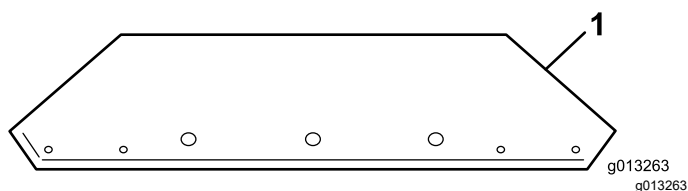
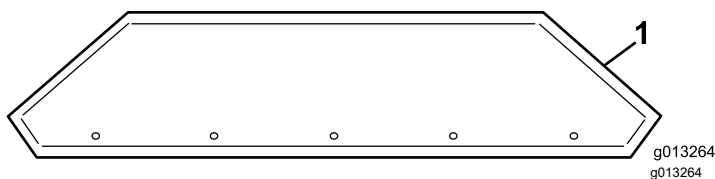

Рисунок 13
Рисунок 14
1. Извлеките удлинители бункера из транспортировочного контейнера, определите передний и задний удлинитель (Рисунок 13 и Рисунок 14).